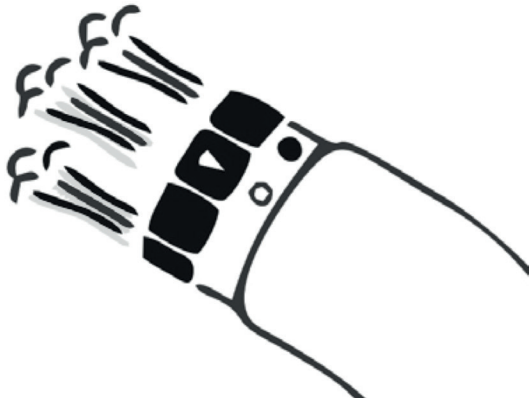

Fig. 11 Mode Ouvert
- ❖ S'assurer que le connecteur d'air est en mode Ouvert (voir Fig. 11).